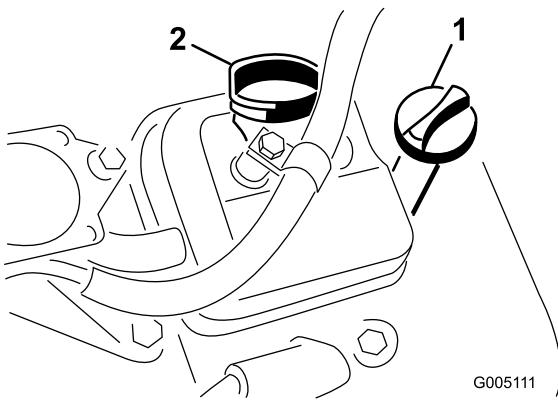

Figura 25
2. Svitate l'asta di livello e asciugatela con un panno pulito. Avvitate l'asta di livello nel relativo tubo e assicuratevi che sia fissata saldamente (Figura 25).